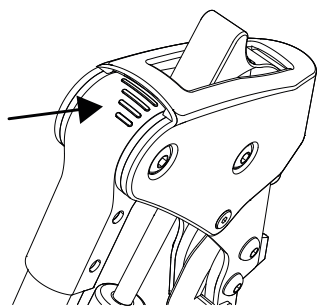

fig.54
3. La matrice di linee viene utilizzata per l'orientamento dell'angolo impostato (fig. 54).